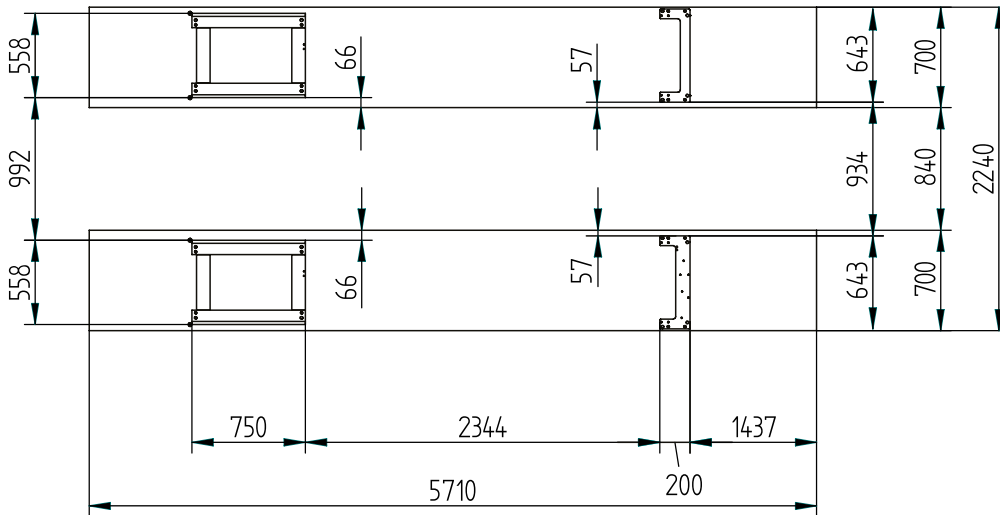

Fig. 20
- Verificare che le pedane siano parallele, in squadra e con distanza interna bordi guida traversa pari alla quota A (Fig. 20): se questo non fosse, agire opportunamente sulle basi mantenendone l'allineamento e la distanza longitudinale;
- Portare a terra le pedane e ricontrollare la distanza A (Fig. 20);
- Ensure that platforms are parallel one to each other, squared and have an inner distance between rail edges of A (Fig. 20). If not, adjust bases still keeping their alignment and longitudinal distance.
- Move platforms down to the ground and check that inner distance is A (Fig.20) .
- Sicherstellen, dass die Fahrschienen parallel zueinander ausgerichtet und im Winkelspiegel sind, und einem Innenabstand der Heberführungsänderer von A (Abb. 20) aufweisen: Sollte dem nicht so sein, die Untergestelle dementsprechend verstellen, wobei
- Die Fahrschienen auf den Boden absenken und den Abstand von A (Abb.20) erneut überprüfen.
- Vérifier que les chemins de roulement sont parallèles, d'équerre et à une distance interne des bords glissière poutre de A (Fig. 20) : dans le cas contraire, intervenir sur les bases en maintenant
- Porter les chemins de roulement au sol et reconstrôler la distance A (Fig.20).
- Comprobar que las plataformas estén paralelas, perpendiculares y con distancia interior de los bordes guía travesaño igual a A (Fig. 20); de lo contrario, mover las plataformas manteniendo la alineación y la distancia longitudinal;
- Colocar las plataformas a nivel del pavimento y controlar la distancia de A (Fig.20);